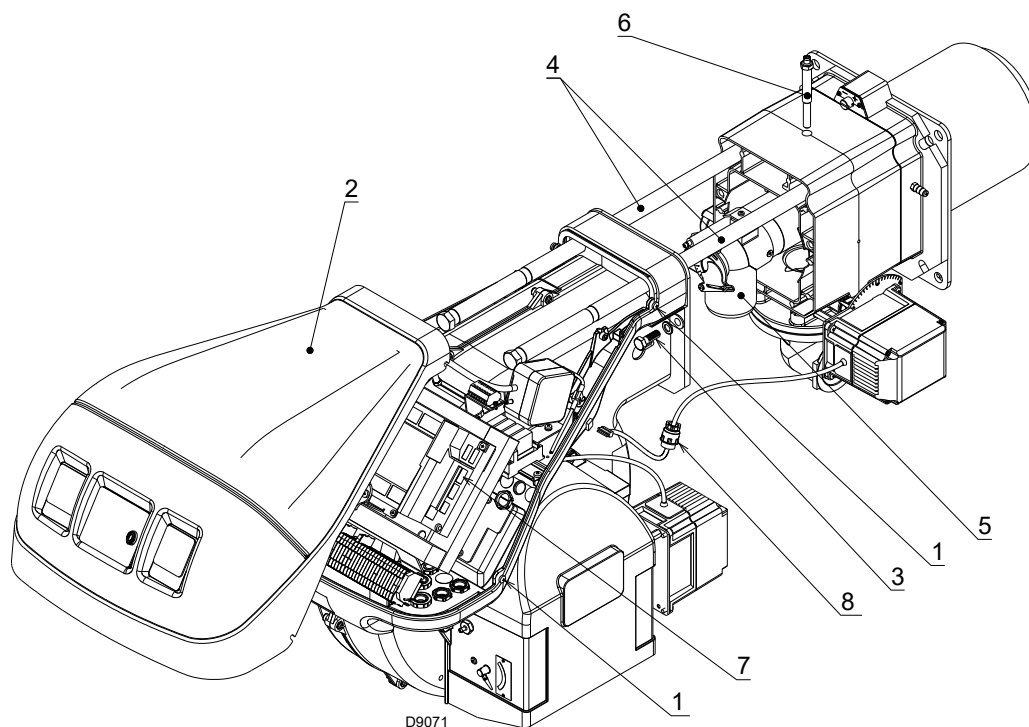

Fig. 35
- Allentare le 4 viti 1)(Fig. 35) e togliere il cofano 2);
- connettere la spina del servomotore 7)(Fig. 35) ed avvitare il passacavo 8);